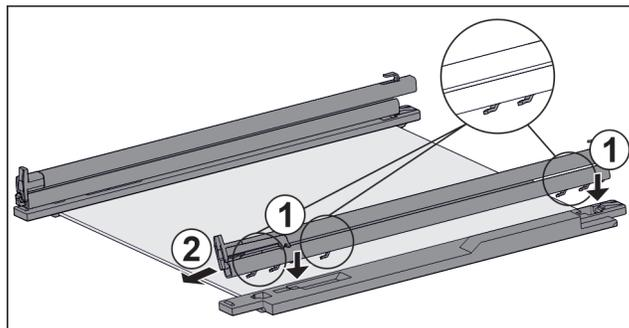

Fig. 130 Tablette en verre avec rails et pièces de retenue
- ▶ Placer les crochets du rail sur les ouvertures de la pièce de retenue de **gauche**. Fig. 130 (1)
- ▶ Tirer le rail vers l'avant. Fig. 130 (2)
- ▶ Placer les crochets du rail sur les ouvertures de la pièce de retenue de **droite**. Fig. 130 (1)
- ▶ Tirer le rail vers l'avant. *Fig. 130 (2)*